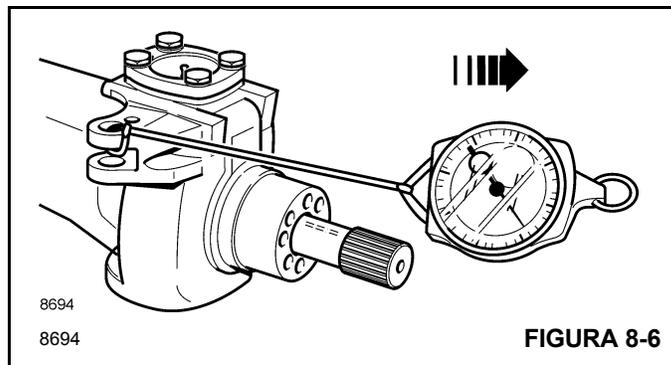

FIGURA 8-6
8. Conecte una balanza de resorte (Figura 8-6) al adaptador giratorio de oruga y gire el adaptador giratorio. Apriete los pernos del muñón superior **21** para eliminar la flotación del extremo, pero sin la precarga del cojinete, es decir, sin aumento en la indicación de la balanza de resorte.